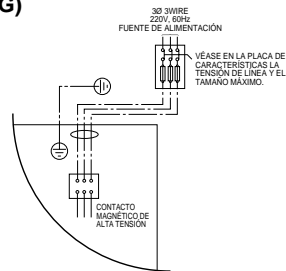

Figura 5G
**Diagrama de conexión de alta tensión (Figura 5G)
Los soportes de canales flexibles son necesarios siempre que la transmisión de vibraciones pueda ocasionar problemas de ruidos dentro de la estructura del edificio. Véanse en Figura 5G las conexiones alta tensión. Asegúrese de que todas las conexiones son herméticas.